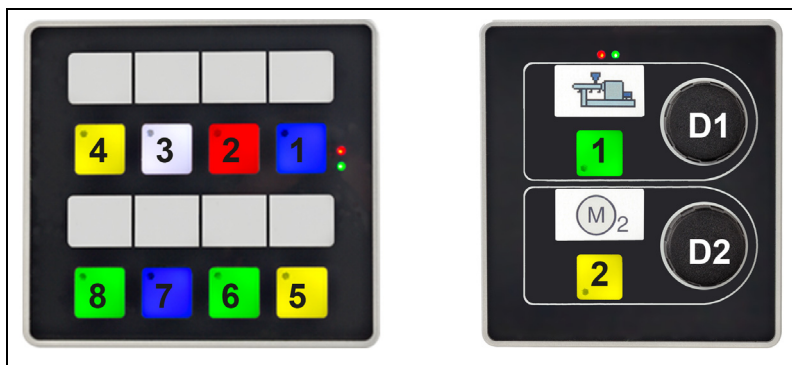

Abb. 6.6: Bedienmodul OM 2008 und OM 2002 mit Nummerierung der Tasten und Drehimpulsgeber
Nach Schliessen des New Entry-Fensters erscheint wieder das Fenster des DHCP-Servers (Abb. 6.6). In Liste (1) (Request History) und Liste (2) (Relation List) erscheint das Modul mit der zugewiesenen IP-Adresse. Die LED 1 (Modulrückseite) ist an.